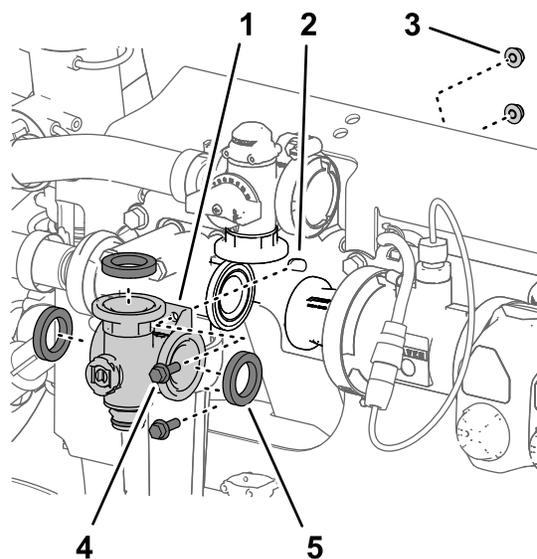

Figura 109
- Retire os 2 parafusos de cabeça flangeada (1/4 pol. x 3/4 pol.) e as 2 porcas de bloqueio flangeadas (1/4 pol.) que prendem o coletor da válvula de agitação ao suporte da válvula (Figura 109).
- Retire o coletor da válvula de agitação e as juntas da máquina (Figura 109).